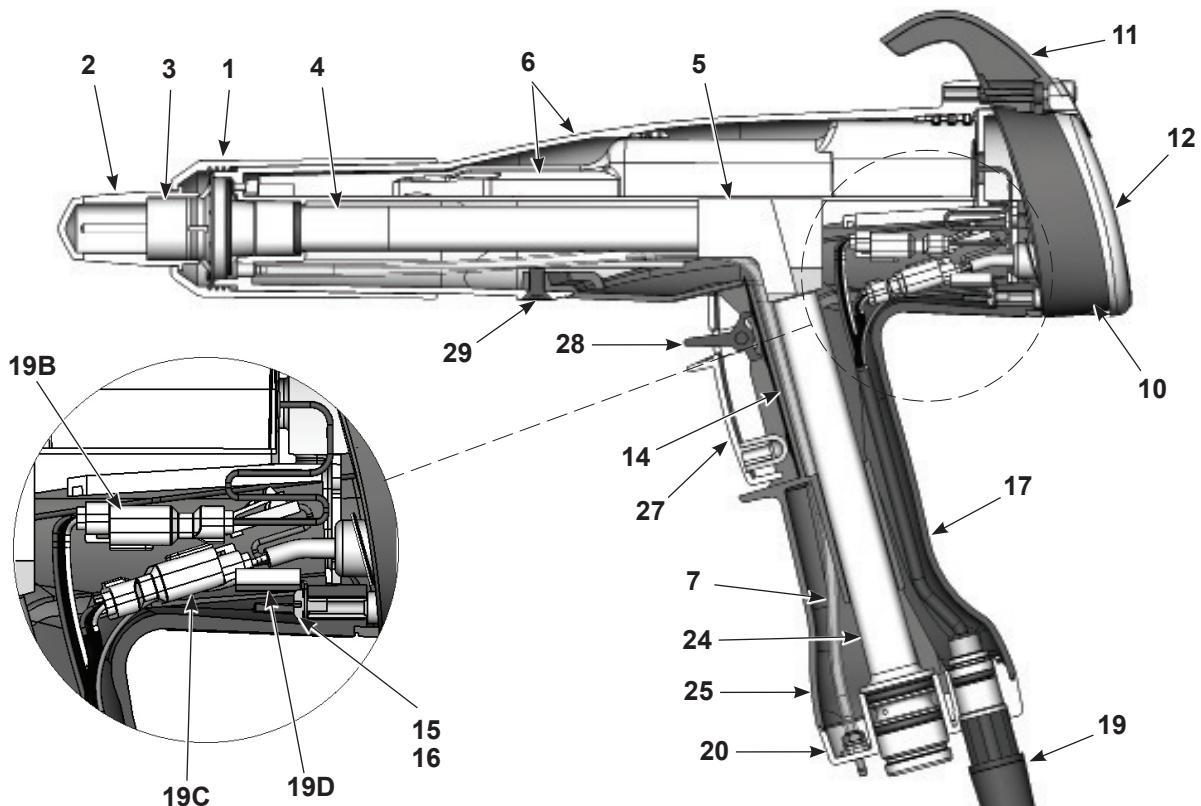
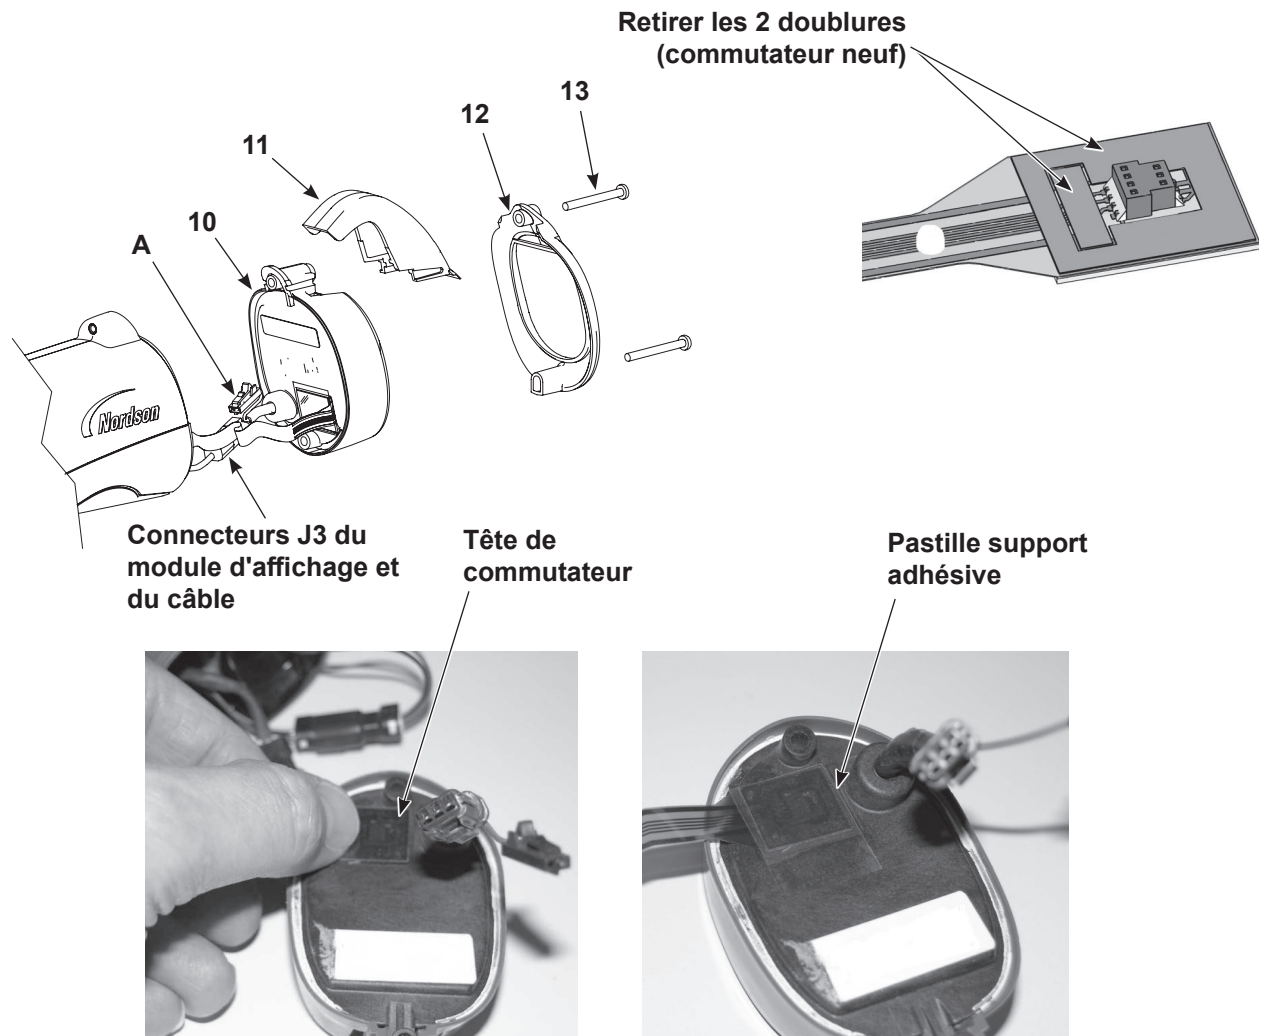

Figure 10 Vue en coupe du pistolet de pulvérisation (les numéros des éléments dans cette section correspondent à ceux dans les nomenclatures)
Figure 11 Remplacement du module d'affichage
1. Voir la Figure 10 et la Figure 11. Dévisser les vis du haut et du bas (13) qui maintiennent le cadre (12), le crochet (11) et le module d'affichage (10) sur le corps du pistolet.
1. Sur le module d'affichage (10), nettoyer prudemment la surface de montage de la tête du commutateur de la gâchette ainsi que la surface environnante avec de l'alcool isopropylique. Laisser la surface sécher complètement avant de continuer.
2. Lors de l'installation d'un nouveau commutateur de gâchette, retirer les deux doublures du côté connecteur de la tête du commutateur de gâchette comme illustré dans la Figure 11.
5. Raccorder ensemble les connecteurs J3 du module d'affichage et du câble. Le connecteur du fil de terre (A) n'est pas utilisé dans cette version du pistolet.
7. Glisser le crochet (11) sur le module d'affichage, puis monter le cadre (12).
8. Monter et serrer les vis (13).
2. Voir la Figure 10. Dévisser l'écrou de la buse et retirer la buse ainsi que le bloc électrode du pistolet de pulvérisation.
4. Voir la Figure 11. Monter le module d'affichage en suivant la procédure décrite dans la partie Pose du module d'affichage à la page 18.
5. Monter le bloc électrode (3) dans l'extrémité du tube de sortie à l'avant du corps du pistolet. Vérifier que l'électrode filaire n'est pas pliée ou cassée.
6. Monter la buse (2) sur le bloc électrode en veillant à ce que les tenons dans le bloc électrode glissent dans les fentes de la buse.
7. Monter l'écrou de la buse (1) sur cette dernière et le visser.